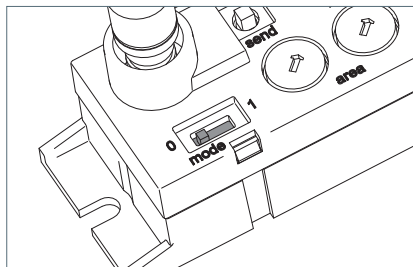

Fig. 18: Swarm control disattivato.
- Spingere l'interruttore a cursore "mode" sulla posizione **0**, vedi Fig. 18, e accertarsi che almeno un encoder rotativo non si trovi nella posizione **0**, ad esempio sulla posizione **1**.